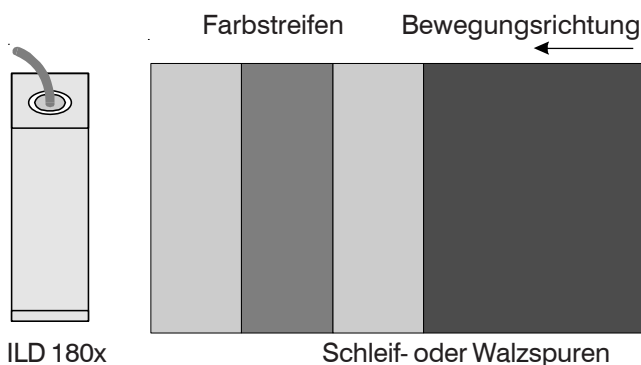

Abb. 9.3: Sensoranordnung für geschliffene oder gestreifte Oberflächen
- Bei gewalzten oder geschliffenen Metallen, die am Sensor vorbeibewegt werden, ist die Sensorebene in Richtung Walz- bzw. Schleifspuren anzuordnen. Die gleiche Anordnung ist bei Farbstreifen zu wählen (Abb. 9.3)